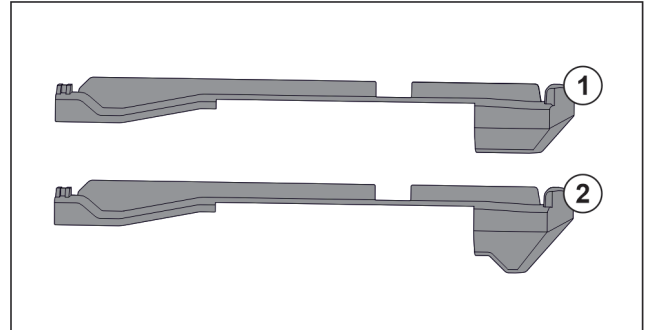

Fig. 78 Comparación de las piezas de acoplamiento
En el aparato hay dos piezas de acoplamiento distintas. La pieza de acoplamiento situada por encima del cajón inferior Fig. 78 (2) tiene un borde triangular. Todas las demás piezas de acoplamiento Fig. 78 (1) tienen un borde recto.
- ▶ Coloque la pieza de acoplamiento Fig. 78 (2) con borde triangular sobre el cajón inferior.
- ▶ Coloque las piezas de acoplamiento Fig. 78 (1) con borde recto en todas las demás posiciones.